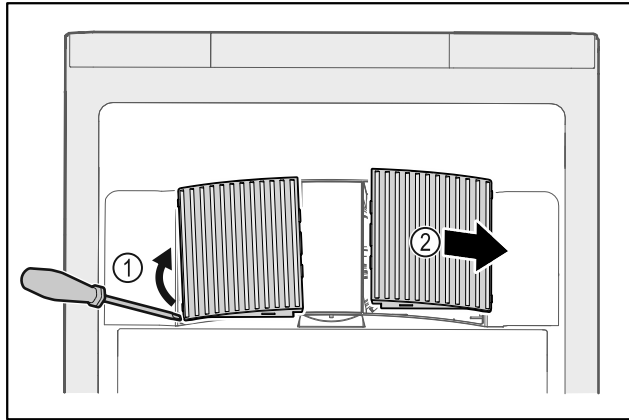

Fig. 163
- ▶ Ventilatorabdeckungen vorsichtig von der Seite heraushebeln Fig. 163 (1) und nach vorne abnehmen Fig. 163 (2).